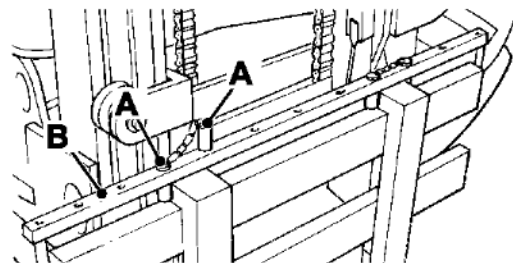

Fig 47.
- 4 Remove the retaining pins **A**. ⇒ Fig 47. \(□ 66\)